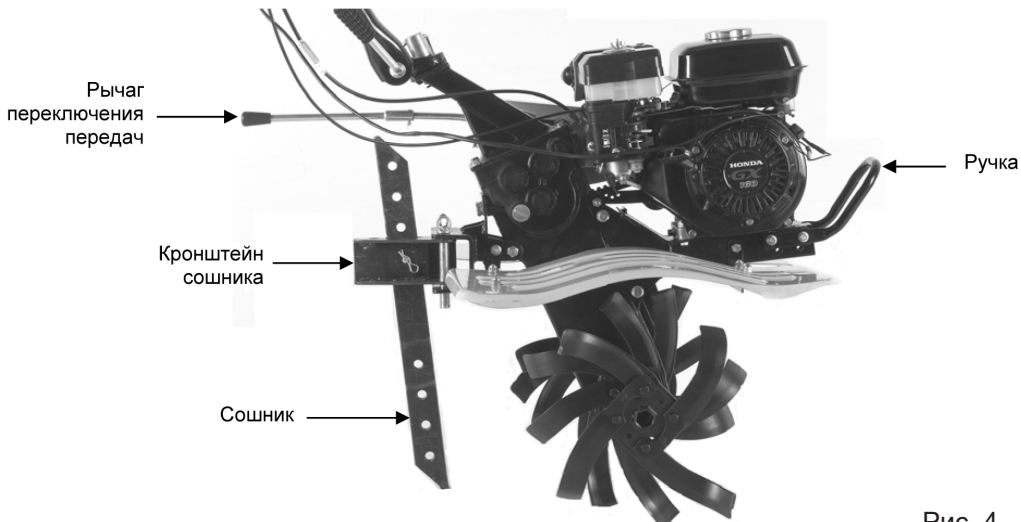

Рис. 4
3. Установите на мотоблок кронштейн сошника и сошник (рис. 4)
4. Установите переднюю ручку с помощью 4 болтов и гаек (рис. 4)
5. Установите рычаг переключения передач (рис. 4)